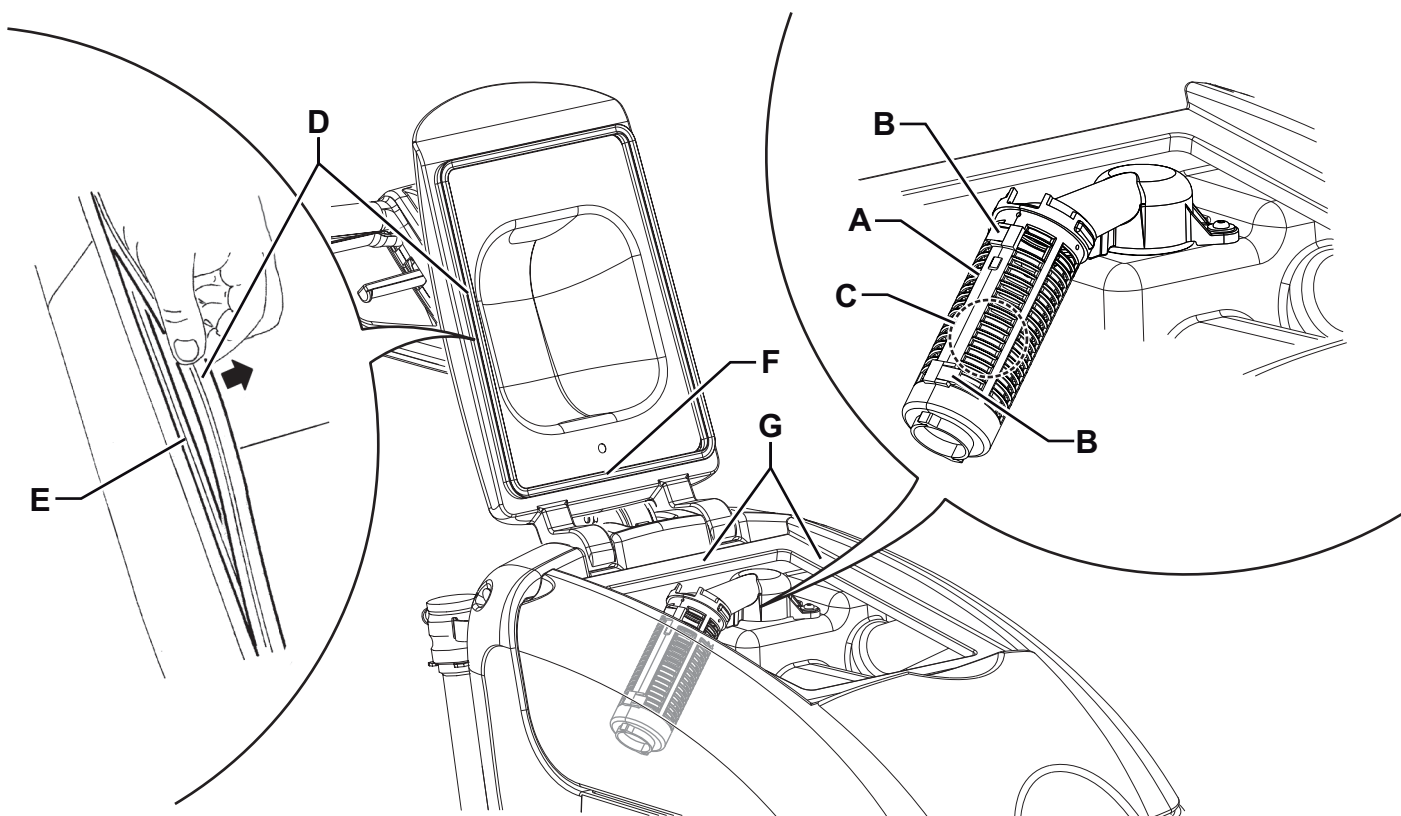

Abbildung 6
2. Überprüfen, ob der Netzkabelstecker (21) vom Stromnetz getrennt ist.
3. Den Deckel (31) des Schmutzwassertanks öffnen und mit Frischwasser den Deckel, die Tanks (27 und 28) und das Ansauggitter (36) reinigen und waschen. Das Wasser aus den Tanks durch das Ansaugrohr (16) und die Leitung (18) ablassen.
4. Falls erforderlich, Haltevorrichtungen (B, Abb. 6) lösen, Gitter (A) öffnen und Schwimmer (C) entnehmen. Sorgfältig reinigen und wieder montieren.
5. Auf die Unversehrtheit der Deckeldichtung (D) des Schmutzwassertanks prüfen.